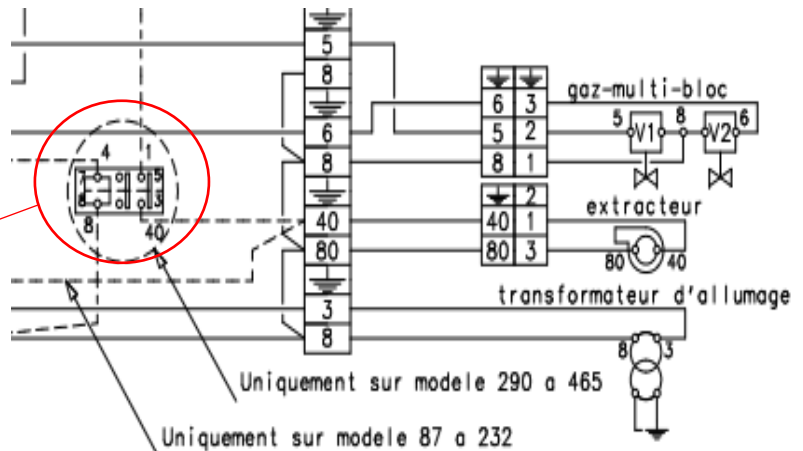

Figure 1 : vérification de la présence d'un contacteur de puissance
- Si un contacteur de puissance est présent sur l'alimentation du moteur (cf figure 1), il est défaillant :